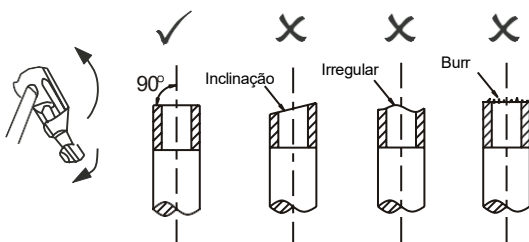

Figura 5.4
- 1) Cortar o tubo com uma ferramenta apropriada (Ver Figura 5.4).